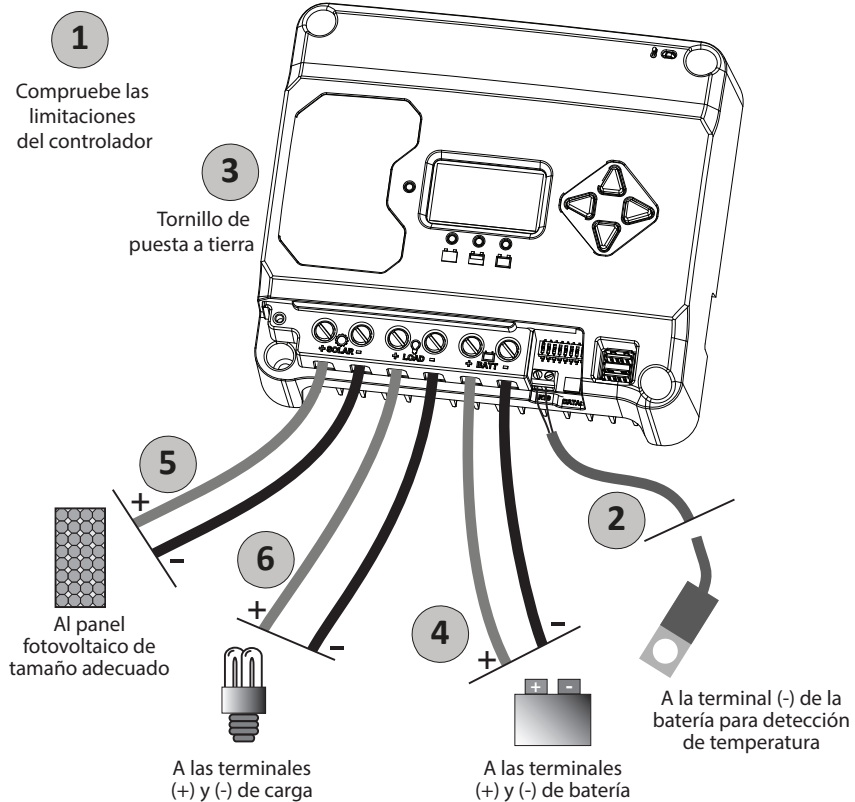

Figura 3-3. Cableado del EcoBoost MPPT
**CONSULTE LA FIGURA 3.3 AL SEGUIR LAS INSTRUCCIONES DE CABLEADO QUE SE ENCUENTRAN A CONTINUACIÓN.**